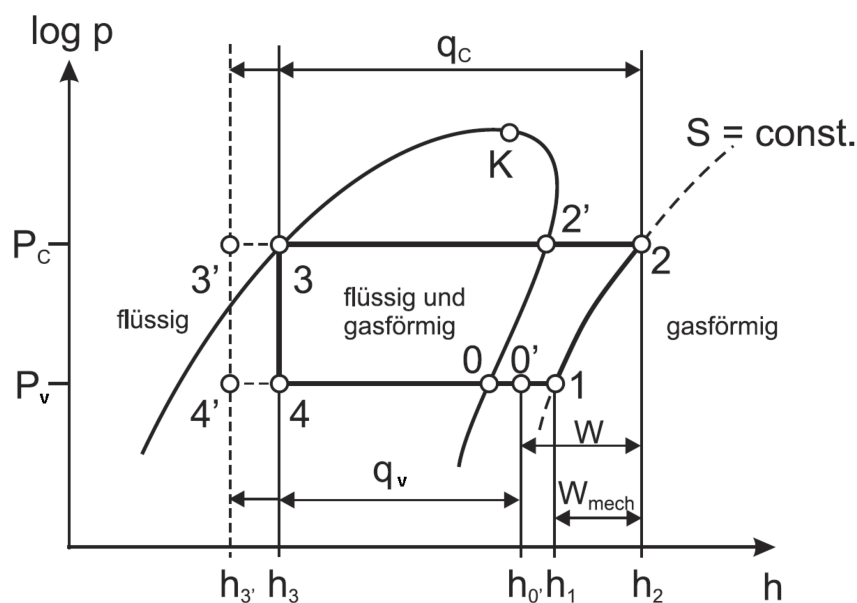
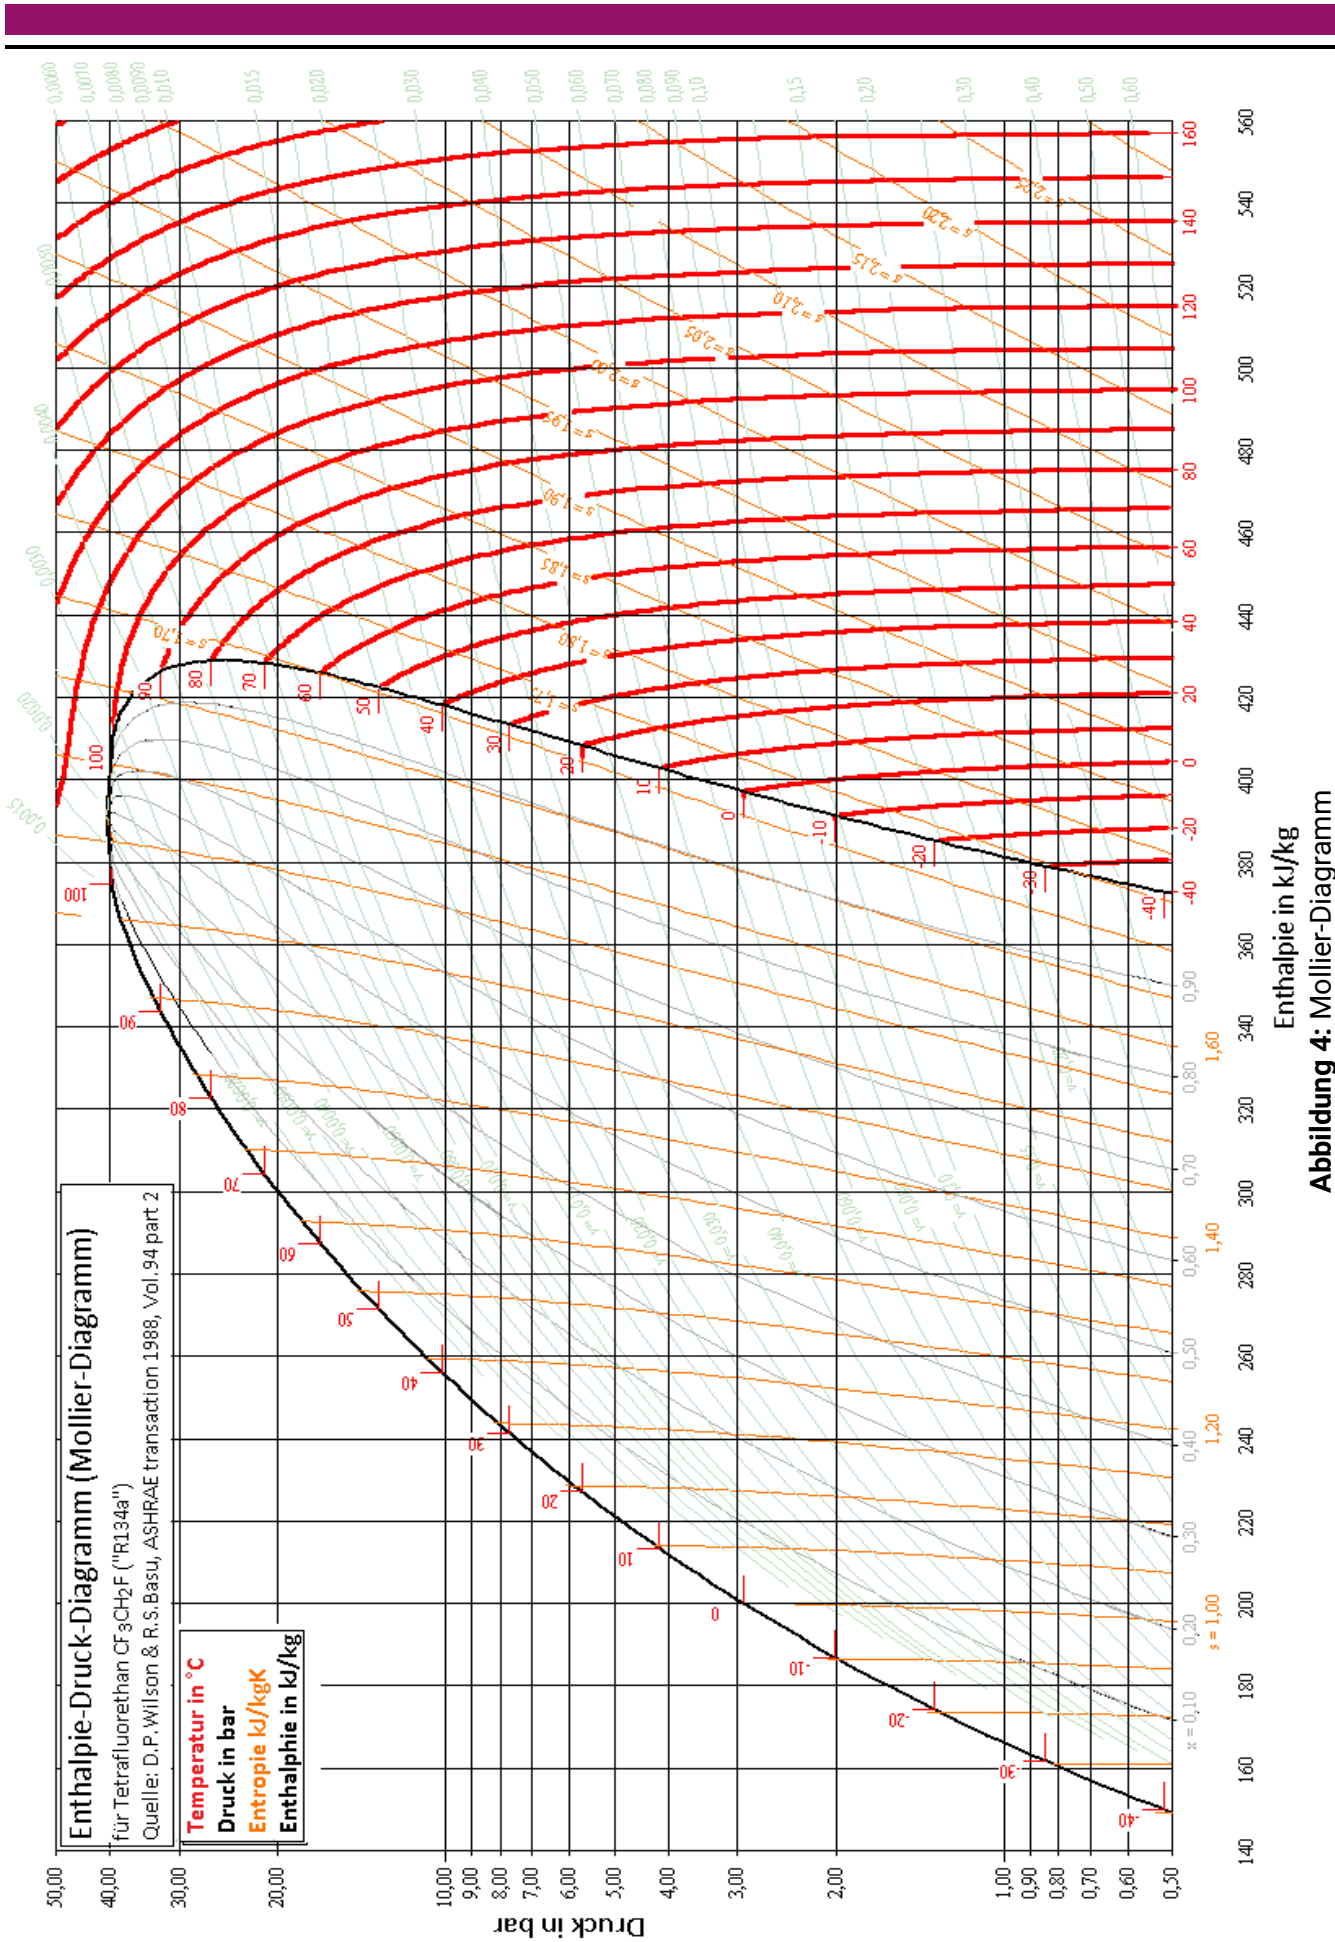
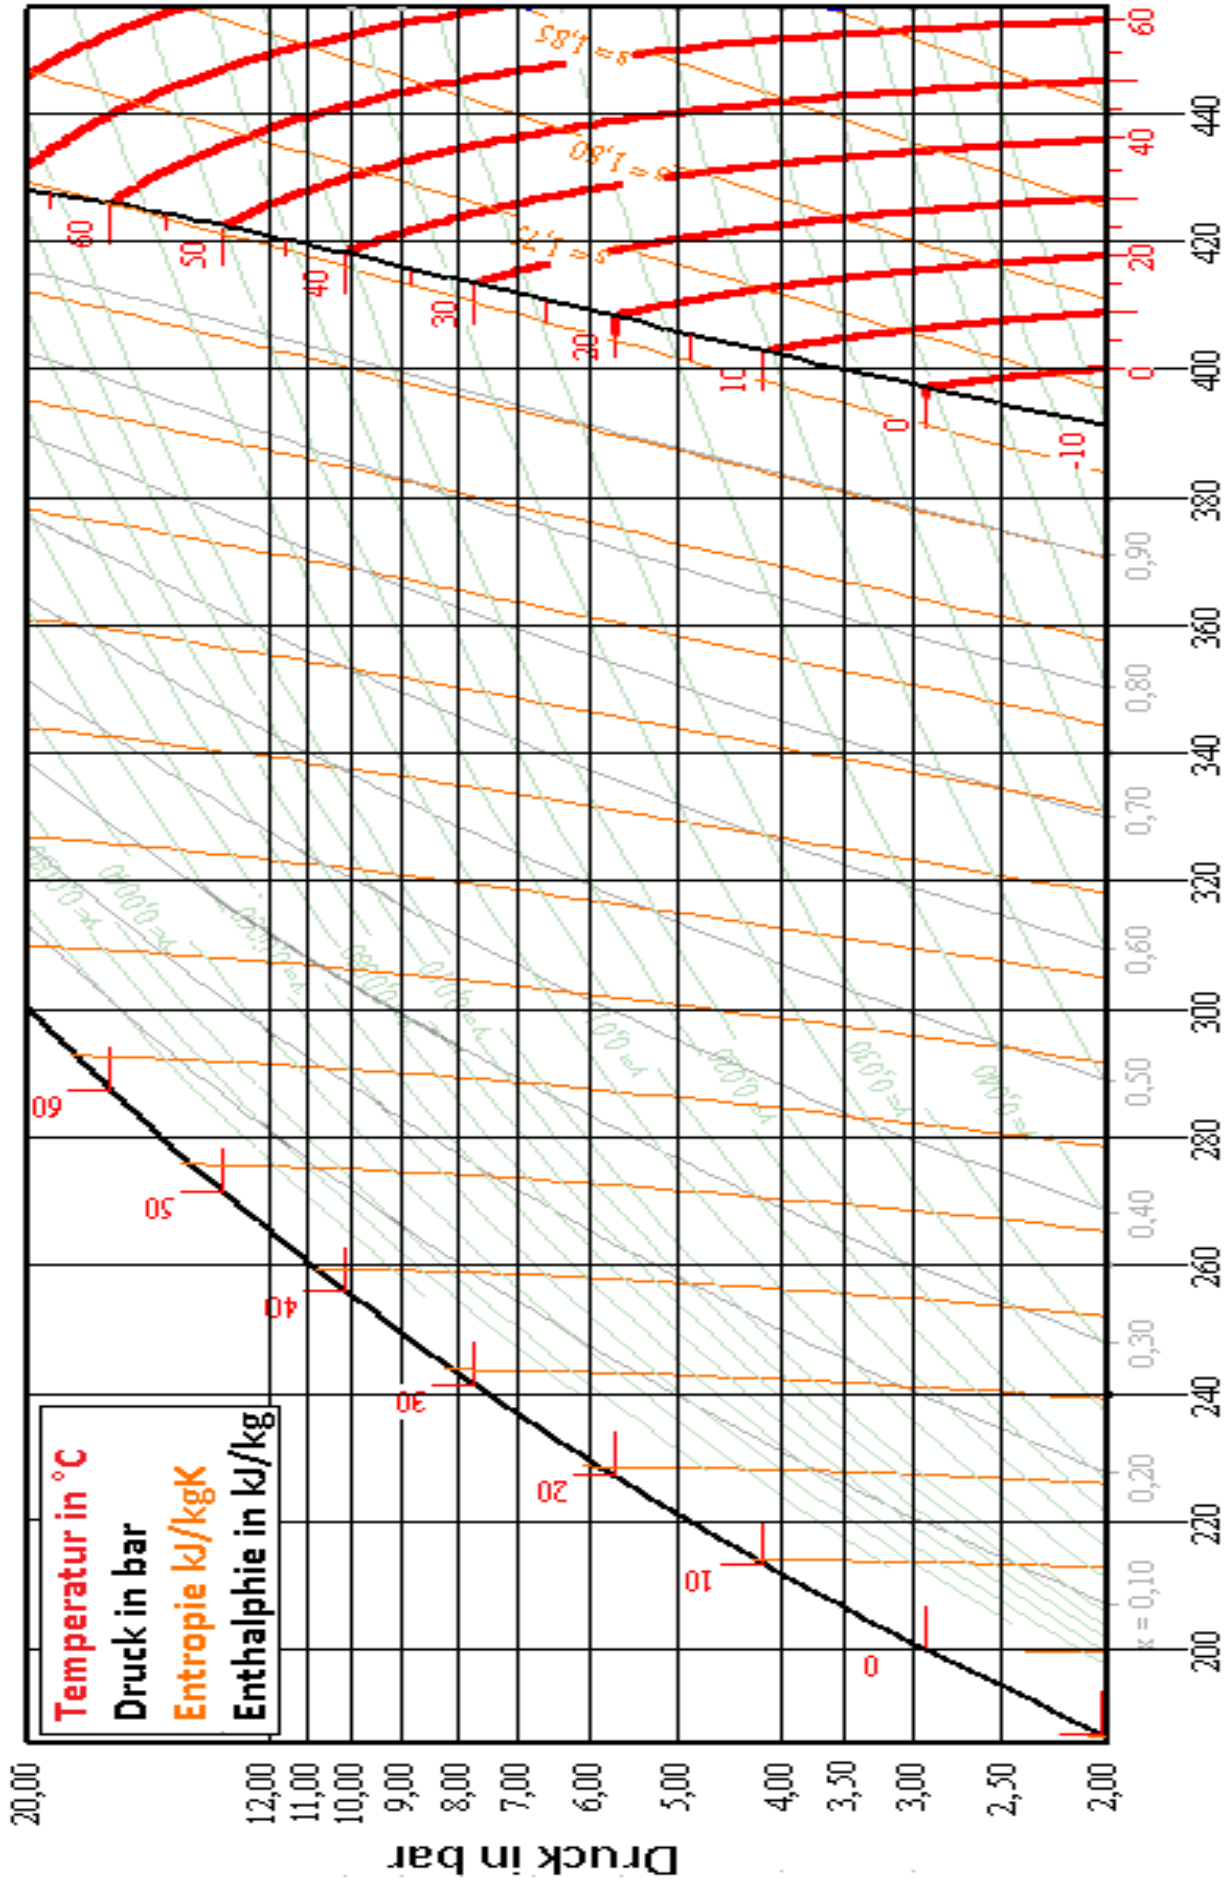

Abbildung 3: Kreisprozess im Enthalpiediagramm
Abbildung 4: Mollier-Diagramm
Abbildung 6: vergrößertes Mollier-Diagramm
Das verwendete Kältemittel Tetrafluorethan $\text{CF}_3\text{CH}_2\text{F}$ (Handelsname: R134a) ist ein farbloses, fast geruchloses Gas, welches unter Druck leicht verflüssigt werden kann. Mit dem Mollier-Diagramm (Enthalpiediagramm), Abb. 4 auf Seite 7 und Abb. 6 auf Seite 11, können Energie-Umsetzungen und Phasenübergänge des Kältemittels im gesamten Wärmepumpenkreislauf quantitativ beschrieben werden. Abb. 3 zeigt schematisch einen vollständigen Wärmepumpenkreislauf. Auf der vertikalen, logarithmisch geteilten Achse ist der Druck in bar aufgetragen, auf der horizontalen Achse kann die spezifische Enthalpie h (in kJ/kg) abgelesen werden, die auf die Kältemittelmenge bezogen ist. Energie-Umsetzungen, d. h. sowohl Wärmemengen als auch Verdichtungsarbeit, sind in dieser Darstellung als Strecken parallel zur Enthalpieachse abzulesen.
Farblich unterscheidbar sind Isothermen (rot), Isentropen (orange) und Isochoren (schwach grün) eingezeichnet, Abb. 4. Eine fett durchgezogene, schwarze Linie trennt die Bereiche, in denen das Kältemittel unterhalb des kritischen Punktes K flüssig oder teils gasförmig/flüssig oder gasförmig vorliegt.
[1 → 2] Unter der Annahme, dass die Verdichtung von p_v auf p_c adiabatisch und reversibel abläuft (Entropie konstant), folgt man bei [1] der Linie konstanter Entropie bis zum Druck p_c und erreicht somit [2]. Der Energieaufwand ist $W_{\text{mech}} = h_2 - h_1$ gemäß Abb. 3.
2. Zeichnen Sie zwei Kreisprozesse (nämlich nach 7 Minuten und nach 14 Minuten Laufzeit) in das vergrößerte Enthalpiediagramm. **Wichtig: Auf die abgelesenen Drücke muss wegen des Atmosphärendrucks noch 1 bar dazuaddiert werden.** Anschließend bestimmen Sie die *momentanen* Leistungszahlen $\varepsilon_{\text{warm}}$ und $\varepsilon_{\text{kalt}}$ für 7 Minuten und 14 Minuten aus dem Enthalpiediagramm (Fehlerabschätzung!). Nach Abb. 3 und wegen (10) und (11) gilt: